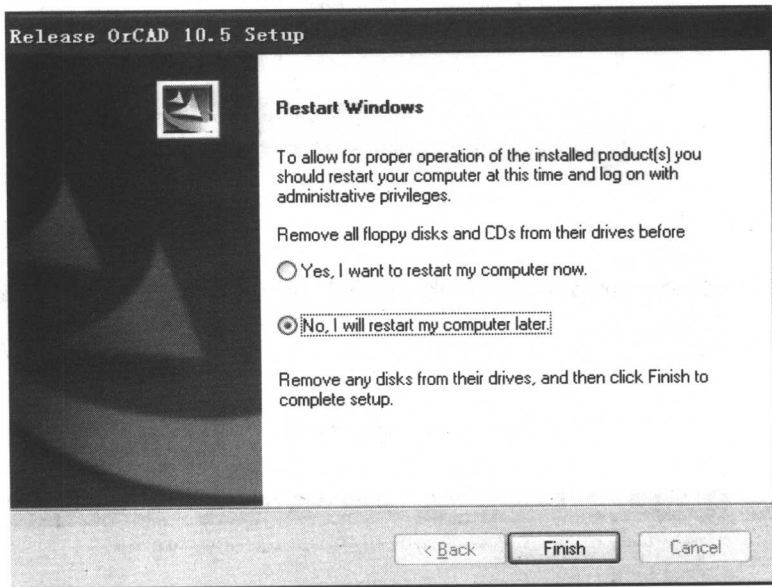

图 1.2.18 安装完成界面
(13)出现安装完成的对话框,选择稍后重启计算机,即点击“No, I will restart my computer later”按钮,如图 1.2.18 所示,单击“Finish”按钮。